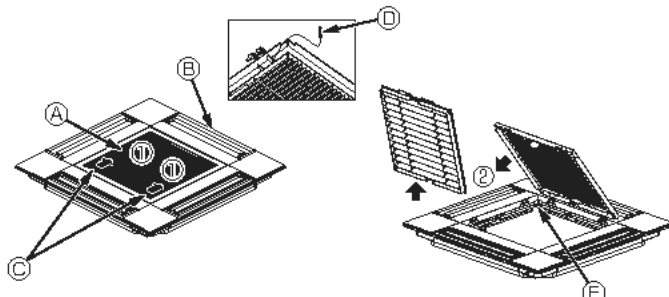

Fig. 10-3
10.2.1. Demontaż kratki wlotowej (Fig. 10-3)
- Przesunąć dźwignię w kierunku wskazanym przez strzałkę ①, aby otworzyć kratkę wlotową.
- Gdy kratka wlotowa jest w pozycji otwartej, należy usunąć zawias kratki wlotowej z kratki w sposób pokazany przez strzałkę ②.